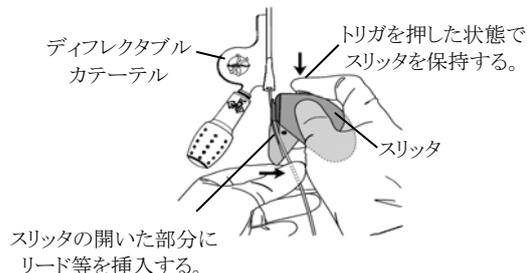

図 5 スリット(6232ADJ 型)の取付け①
- (2) アジャスタブルスリット(6232ADJ 型)を用いた方法
- a. トリガを押した状態でスリットを保持し、ディフレクタブルカテーテルのハブ近くのリード等をスリットの開いた部分に挿入する(図 5)。